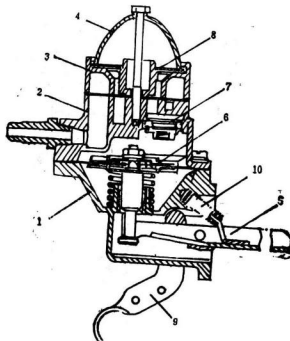

图1-19 罗马尼亚阿罗240型汽油泵
(8) (图1-19) 为罗马尼亚阿罗 (ARO) 240型汽车汽油泵。膜片式、由凸轮轴的凸轮经过摇臂机构驱动。